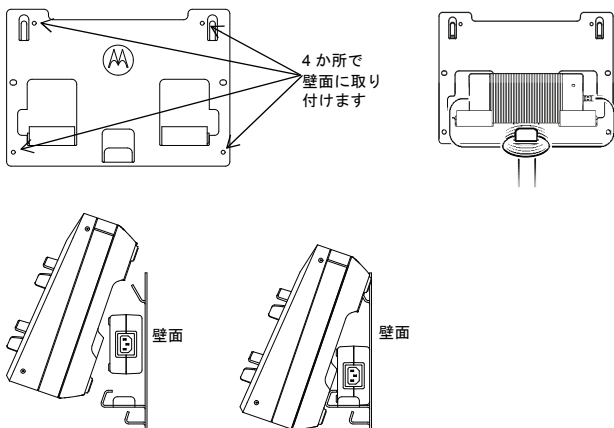

図 4: マルチユニット充電器の壁面ブラケットへの取り付け
4. 図 4 に示すように、壁面ブラケットにマルチユニット充電器を掛けます。